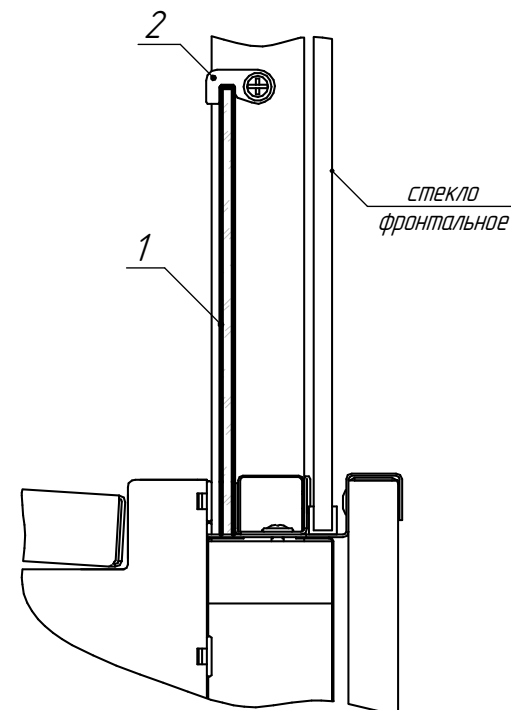

Рисунок 8
13. После регулировки стоек установить полки экспозиционные (1), воздуховод (2), вставки декоративные (3) показанные на рисунке 1.
14. Установить экраны фронтальные зафиксировав их держателями экранов (См. рисунок 8)